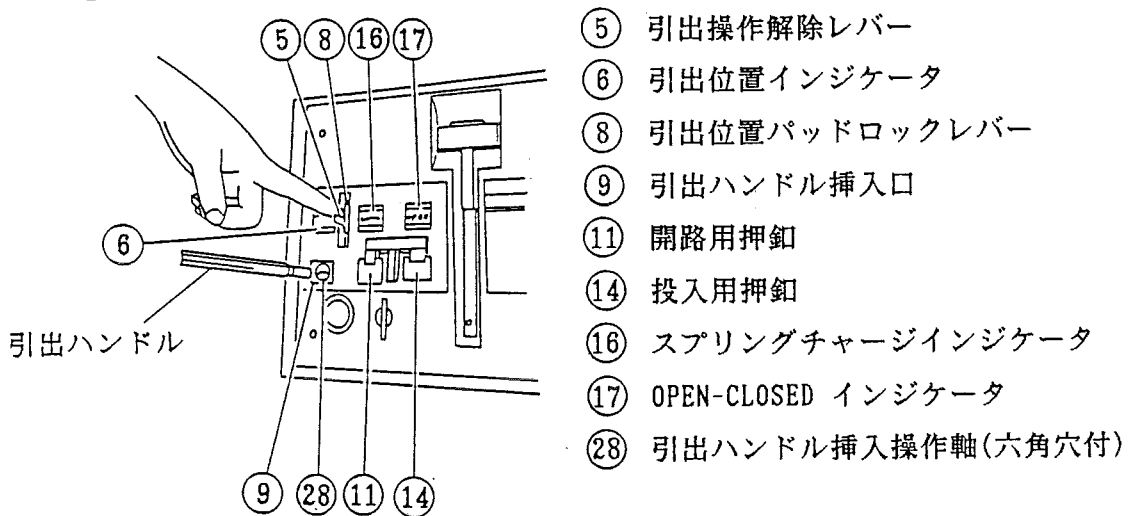

図18. 引出ハンドル挿入口をあける方法
閉路(「CLOSED」)のときは、開路用押釦(図18 ㉓)を押して開路して下さい。
- 3) 引出操作解除レバー(図18 ㉕)を下側へ倒すと、引出ハンドル挿入口(図18 ㉔)のシャッターが開きます。
- 4) 引出ハンドルを引出ハンドル挿入操作軸(六角穴付)(図18 ㉔)に差し込み、反時計方向(銘板表示「OUT」方向)にまわすと、遮断器が引出されます。
このとき、引出操作解除レバー(図18 ㉕)は上側へ復帰しますが、そのまま、引出操作を進めて下さい。
引出位置インジケータ(図18 ⑥)は「TEST」を表示します。
#### 1-2. 試験位置から断路位置への引出(SHEET NO.27 図18参照)
- 1) 遮断器を試験位置に引出した後、再度引出操作解除レバー(図18 ⑤)を下側へ倒して下さい。
このとき引出操作解除レバー(図18 ⑤)は上側へ復帰しますが、そのまま引出操作を進めて下さい。 遮断器が断路位置まで引出されると、「カチッ」と機械音がして、遮断器はロックされ、引出ハンドルはまわすことができなくなります。
引出位置インジケータ(図18 ⑥)は「ISOLATED」を表示します。